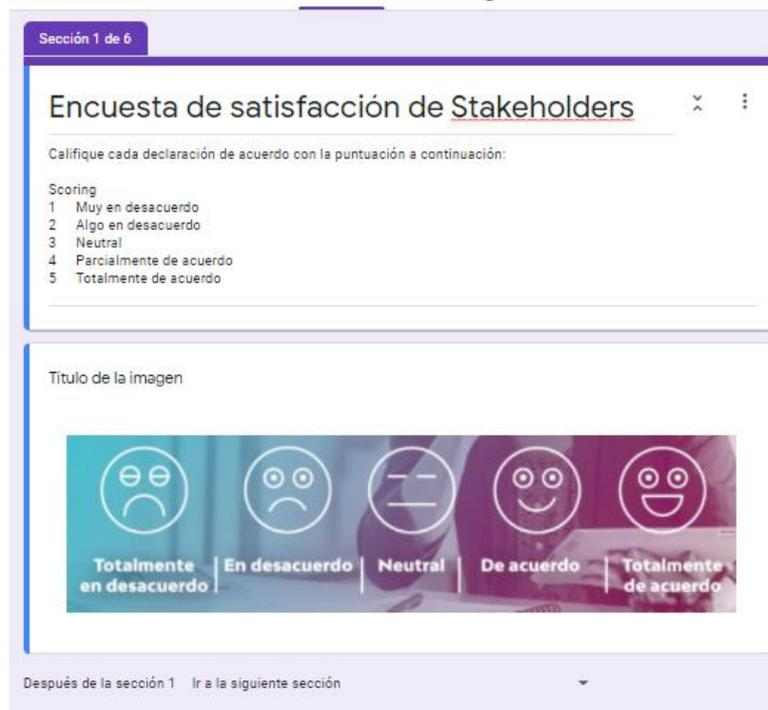

Figura 32. Encuesta de satisfacción de stakeholders
- Encuestas de satisfacción de stakeholders, se usará el formato definido en la organización para satisfacción. Como se muestra en la figura 32, la cual será facilitada por el Project Management a todos los interesados